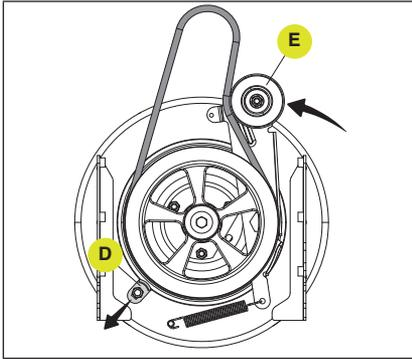

Figure 64
6. Lorsque la base et le logement de la tarière sont séparés, utilisez une clé de 13 mm pour desserrer l'écrou M8 et faites glisser le guide-courroie inférieur (D) pour l'éloigner de la poulie de la tarière afin d'avoir de la place pour retirer la courroie. Poussez la poulie de tension de la tarière (E) vers la grande poulie de la tarière pour desserrer le frein, et retirez la courroie de la grande poulie. (Fig. 64)